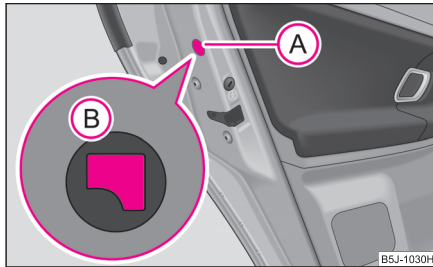

Abb. 23 Notverriegelung der Tür
- Bauen Sie die Blende (A) ab ⇒ Abb. 23.
- Stecken Sie den Schlüssel in die Öffnung unter der Blende und drücken Sie den Arretierhebel (B) bis zum Anschlag nach innen.